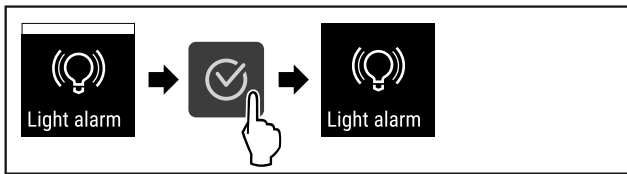

Fig. 90
- ▶ Følg anvisningene (se Fig. 90) .